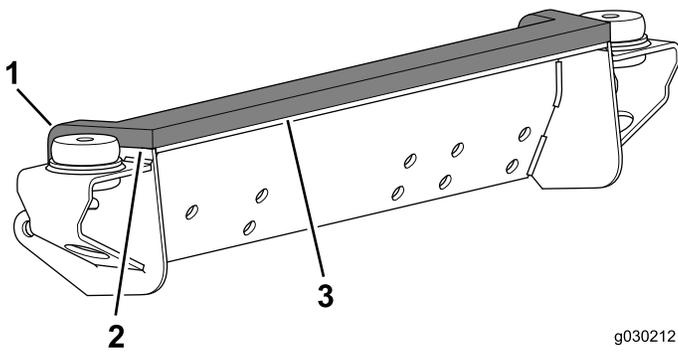

Bild 9
1. Bringen Sie die Dichtung so an der Befestigung an, dass sie bündig mit den seitlichen und vorderen Kanten der vorderen Befestigung ist (**Bild 9**).
2. Falten Sie die seitlichen Nasen über die Rückseite der Befestigung (Bild 9).